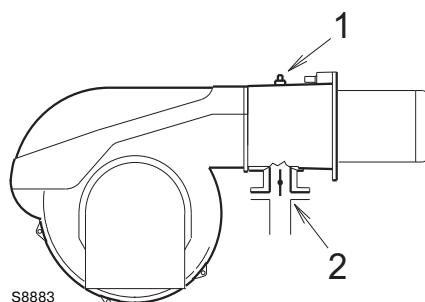

Рис. 23
Давление газа, измеряемое на штуцере 1)(Рис. 23), с:
Потеря нагрузки дроссельного клапана для газа 2)(Рис. 23) с максимальным открыванием: 90°.
- вычесть из давления газа на штуцере 1)(Рис. 23) давление в камере сгорания.
Для того, чтобы узнать давление газа, необходимое на штуцере 1)(Рис. 23), определив максимальную мощность модуляции, при которой должна работать горелка:
- Посмотреть справа в колонке 1 давление на штуцере 1)(Рис. 23).
необходимое давление на штуцере 1)(Рис. 23).